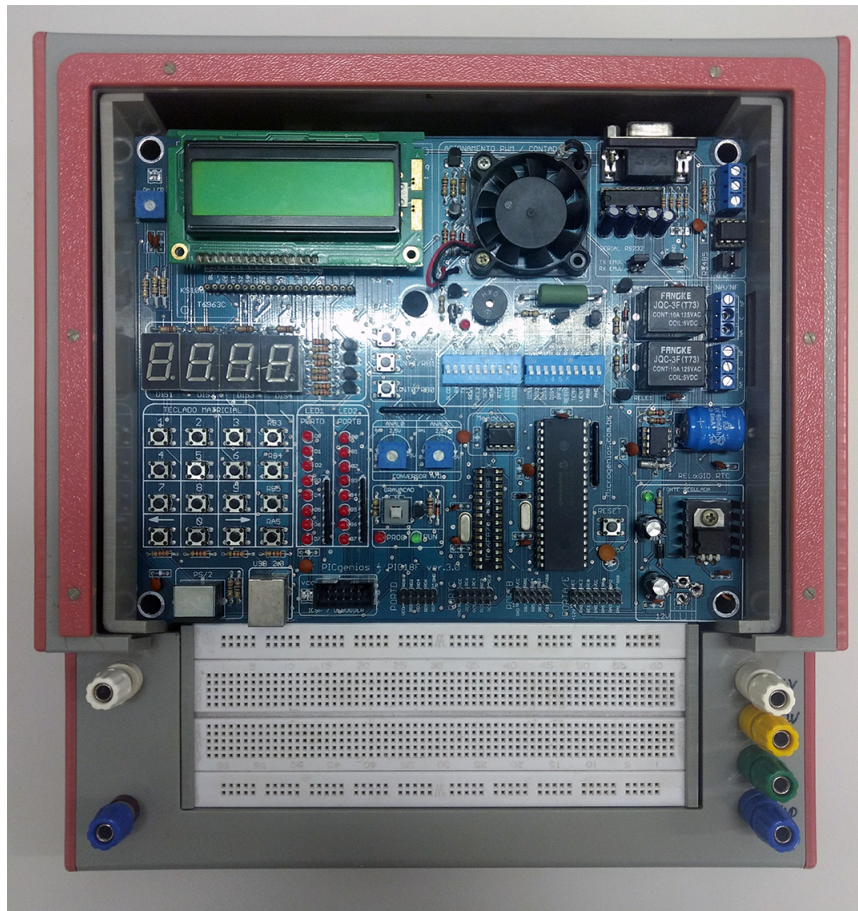

Figura 14: 1º Passo.
- **1º Passo:** Solicite o kit ao professor e o coloque na bancada com cuidado, sem tocar em nenhuma parte dos circuitos eletrônicos. Veja Figura 14.